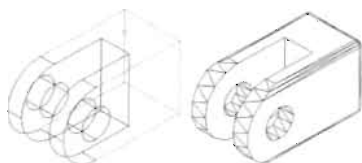

图 14-203
(10) 对实体的边缘圆角, 圆角半径为 1mm, 效果如图 14-203 所示。